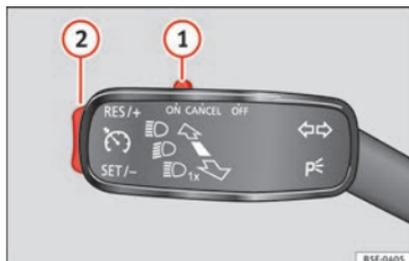

Fig. 32 Vedasi ubicazione nella Fig. 3
- Collegamento del GRA: spostare l'interruttore » fig. 32 1 verso ON. Il sistema è acceso. Il sistema non effettua la regolazione poi-
- Attivazione del GRA: premere il tasto » fig. 32 2 nella zona SET/-. La velocità attuale viene memorizzata e regolata.
- Disattivazione temporanea del GRA: spostare l'interruttore » fig. 32 1 verso CANCEL o schiacciare il freno. La regolazione si scollega temporaneamente.
- Collegare nuovamente il GRA: premere il tasto » fig. 32 2 in RES/+. La velocità memorizzata verrà salvata e regolata nuovamente.
- Disattivazione del GRA: spostare l'interruttore » fig. 32 1 a OFF. Il sistema si disattiva e la velocità memorizzata si cancella.